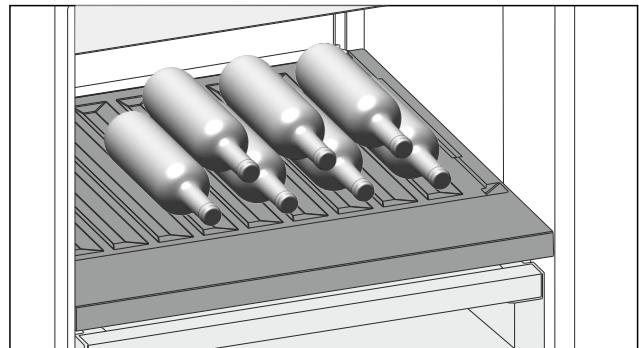

Fig. 141
- Flaschen mit dem Boden nach hinten zur Rückwand einlegen. (siehe Fig. 141)